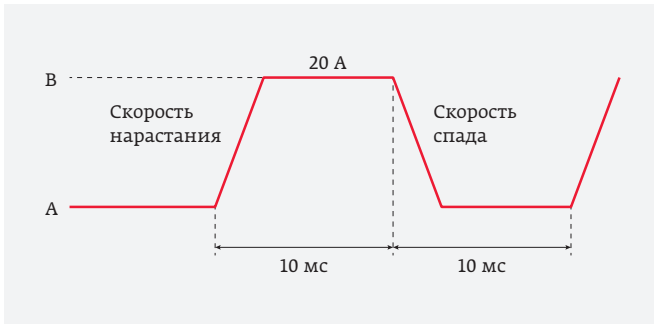

Рис. 15. Динамический режим работы нагрузки серии EL
**Динамические режимы нагрузки.** Электронные нагрузки серии EL поддерживают следующие динамические режимы нагрузки: DC – динамический ток, DV – динамическое напряжение, DR – динамическое сопротивление, DP – динамическая мощность (рис. 15). Данные режимы работы часто применяются при тестировании переходных процессов в источниках питания. При настройке работы задаются параметры нагрузок А и В, между которыми происходит переключение: ток (или напряжение, или сопротивление, или мощность) нагрузок А и В, число